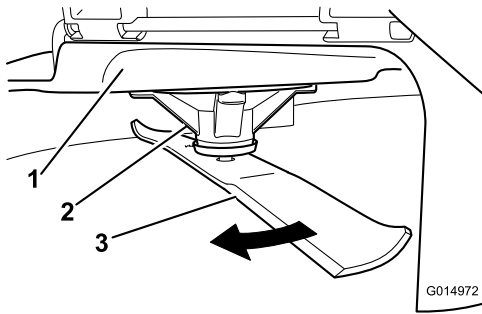

Figure 75
2. Enfilez des gants épais ou utilisez une autre protection adéquate pour les mains, et faites tourner la lame lentement jusqu'à une position permettant de mesurer correctement la distance entre le tranchant et la surface plane sur laquelle se trouve la machine (Figure 75).